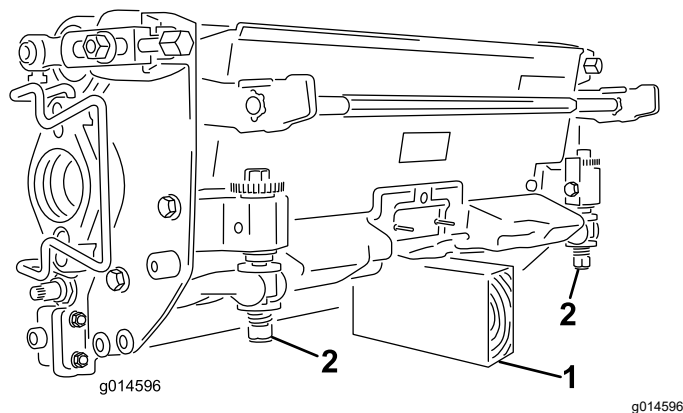

图 51
**重要事项** 当您需要翻转滚刀组时应支撑住滚刀组的后部确保底刀架调节螺丝后端的螺母不会接触工作表面 **图 51**。